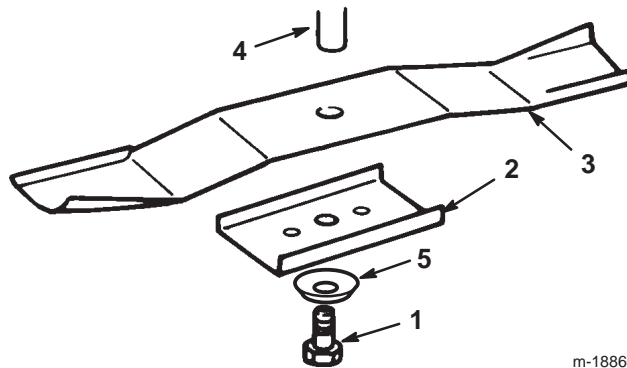

Bild 29
3. Entfernen Sie die Schraube (5/8 Zoll-Schlüssel), Wellenscheibe, den Halter und das Schnittmesser (Bild 29). Sie können einen Holzklotz zwischen das Schnittmesser und das Mähwerk keilen, um das Schnittmesser beim Entfernen der Schraube zu blockieren.
1. Bringen Sie das Schnittmesser, den -halter, die Wellenscheibe (Schalenseite zum Messer) und die Messerschraube an (Bild 29).